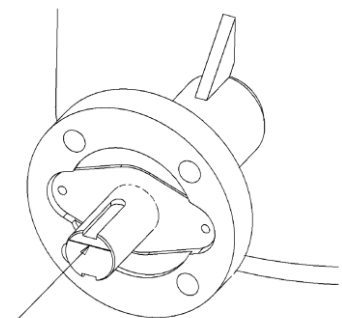

Рис. 7: Маркировочный паз.
- При помощи штурвала ручного редуктора установите затвор в закрытое положение так, чтобы диск находился соосно с уплотнением. Правильное положение диска контролируется измерением расстояния  $X$  от фланца затвора до поверхности диска. (Рис. 6). Расстояние должно быть одинаковое на обеих кромках диска. Приблизительное положение диска можно определить по маркировочному пазу на торце штока. (Рис. 7). Диск расположен в одном направлении с маркировочным пазом.